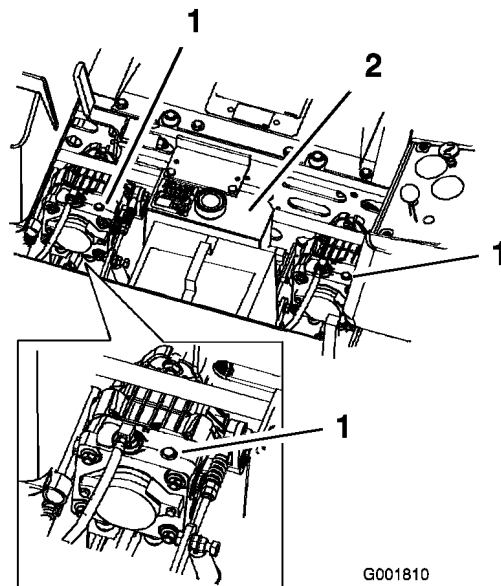

Figure 25
2. Tournez les vannes de dérivation d'un tour dans le sens anti-horaire pour pousser la machine. Cela permet au liquide hydraulique de contourner la pompe et aux roues de tourner (Figure 25).
Tournez les vannes de dérivation d'un tour dans le sens horaire pour conduire la machine (Figure 25).